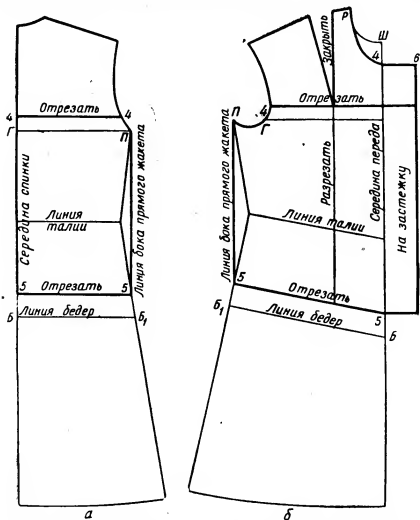

Рис. 325. Нанесение линий фасона жакета с отрезной кокеткой и встречными складками:
**Спинка.** Для определения линии разреза кокетки от точки Г и П вверх откладывают по 4 см и точки 4 соединяют по линейке (рис. 325, а).
Полочка. Для определения длины жакета от точки Б и Б1 вверх посередине переда и линии бока откладывают по 5 см, точки 5 соединяют по линейке (рис. 325, б).